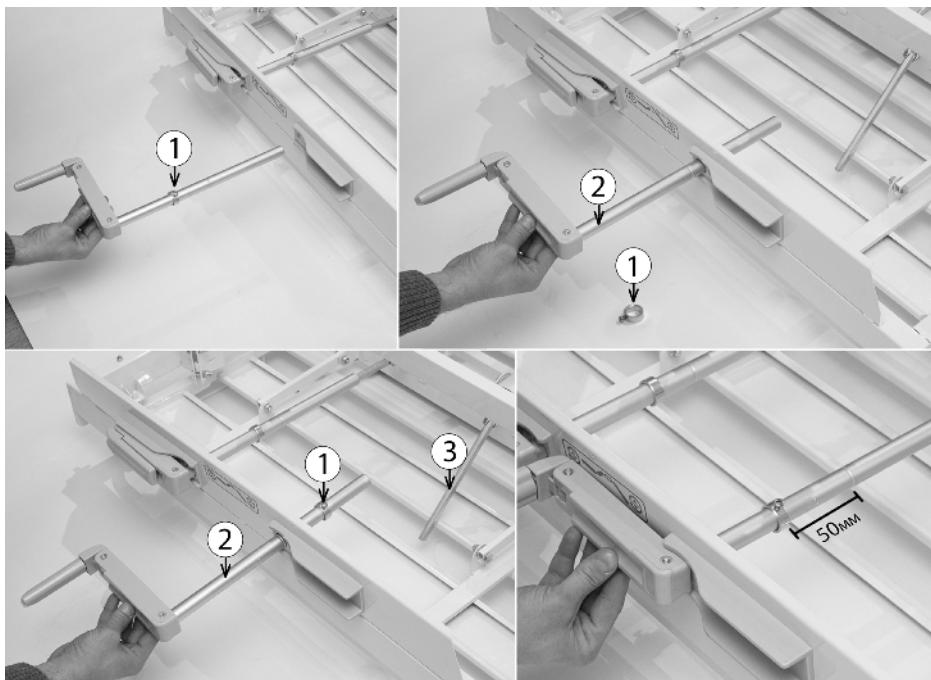

Рис. 4 Установка ручки управления привода.
3. Закрепите фиксирующее кольцо 1 на расстоянии 50 мм от канавки на валу ручки управления привода (см. Рис. 4).